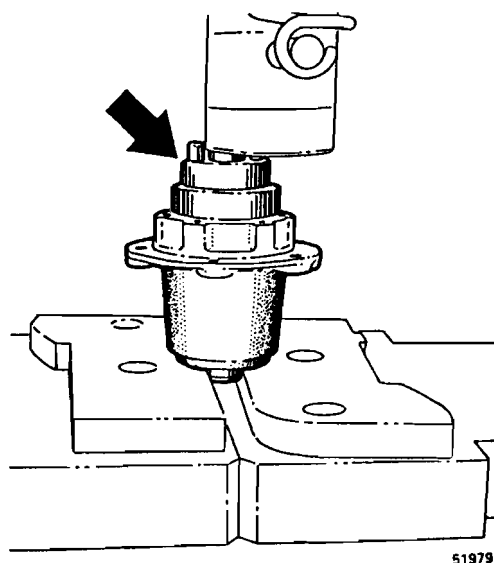

Fig. 230
- Introducir el cojinete (5) en el eje.
- Introducir el manguito distanciador interior (6) hacia el cojinete.
- Colocar el piñón sinfin (7) en el (7) en el eje de forma que los resaltes guíen el manguito distanciador (6).
- Introducir el cojinete (8) en el cárter. Utilizar el mango y las placas según "Herramientas" más arriba.
- Introducir el anillo de estanqueidad (9) a nivel del plano delantero del cárter ("A").
- 7 Introducir con cuidado el eje armado hasta el tope del cárter, véase fig. 230.
- Montar la arandela de seguridad (3) y asegurar los tornillos.